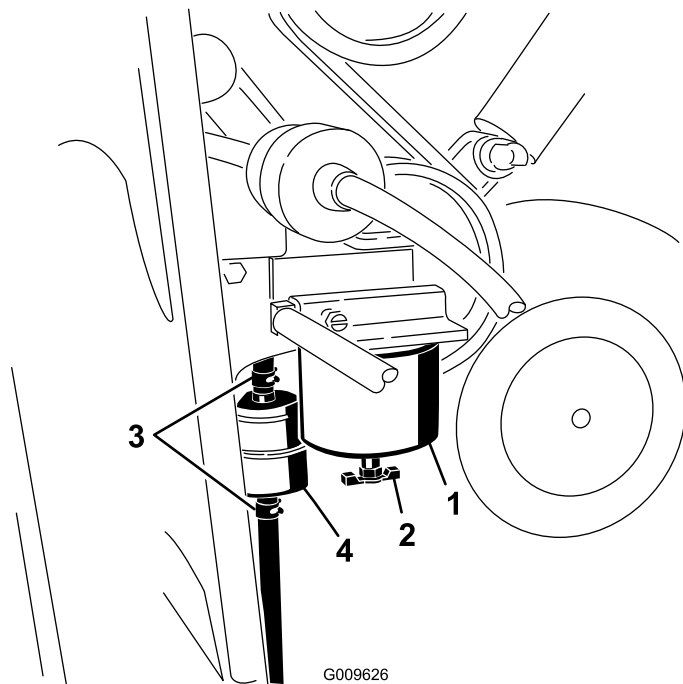

図 35
3. エンジン右側にある燃料フィルタ 図 35 を探し出し、その下に汚れていない容器をおく。
4. エンジン右側にある燃料フィルタ 図 35 を探し出し、その下に汚れていない容器をおく。
5. フィルタ容器 (図 35) の周辺をウェスできれいにぬぐう。
6. フィルタ容器を外して取り付け部をきれいに拭く 図 35。
9. ガスケットが取り付け部に当るまで手でフィルタをねじ込み、そこからさらに  $\frac{1}{2}$  回転締め付ける 図 35。